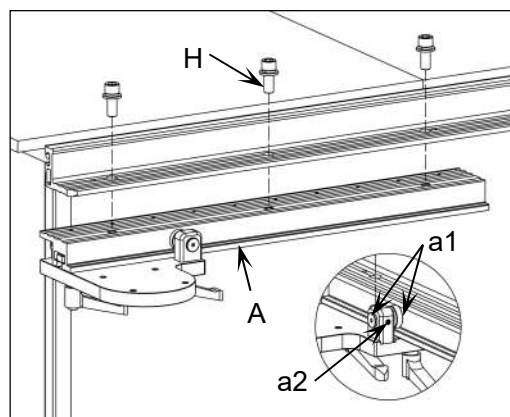
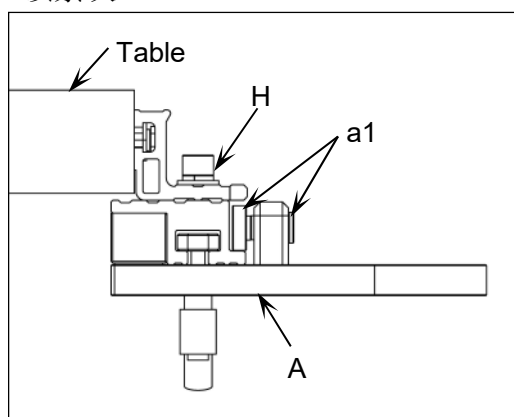

图 3
图 4
如图 3 所示，使用 3 组 M12x30 内六角圆柱头螺钉 (H)，将立柱固定支架 (A) 固定在后导轨上，安装效果如图 4。